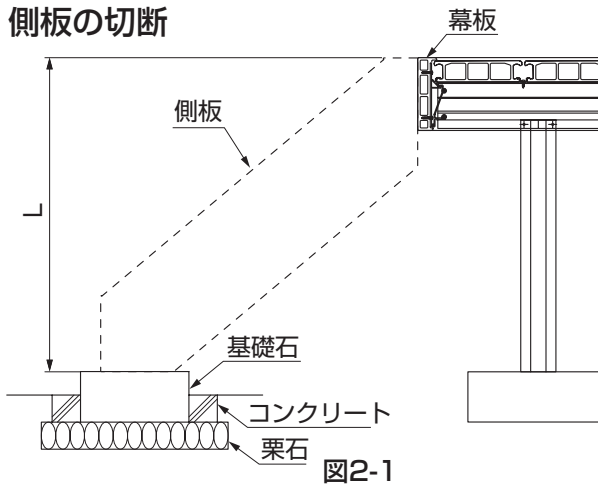

図2-1
- ①埋込んだ基礎石上面と取付ける幕板上面のLを測定してください。(図2-1参照)